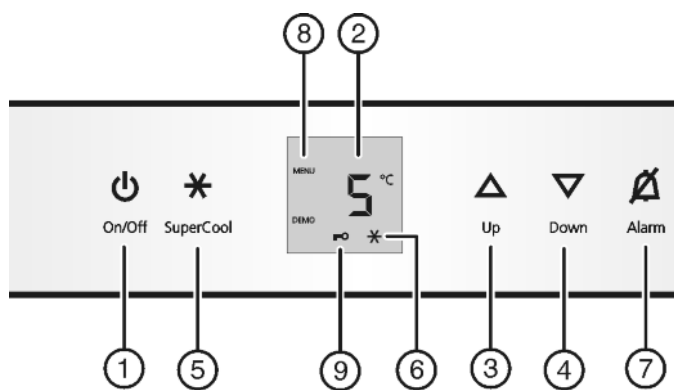

Fig. 2
- ▶ Натиснете бутона On/Off Fig. 2 (1).
- ▶ Активиране на режим настройки: Натиснете бутон SuperCool Fig. 2 (5) за ок. 5 сек.
- ▶ Натиснете за кратко бутона SuperCool Fig. 2 (5), за да потвърдите.
- ▶ Натиснете за кратко бутона SuperCool Fig. 2 (5) за включване на защитата от деца.
- ▷ Символът Защита от деца Fig. 2 (9) светва. На индикатора мига **с**.
- ▶ Натиснете за кратко бутона SuperCool Fig. 2 (5) за изключване на защитата от деца.
- ▷ Символът Защита от деца Fig. 2 (9) угасва. На индикатора мига **с**.
- ▶ Деактивиране режима на настройка: Натиснете бутона On/Off Fig. 2 (1).
- ▶ Натиснете бутона Аларма Fig. 2 (7).
- ▶ Настройка на по-висока температура: Натиснете бутона за настройка Up Fig. 2 (3).
- ▶ Настройка на по-ниска температура: Натиснете бутона за настройка Down Fig. 2 (4).
- ▶ Натиснете за кратко бутона SuperCool Fig. 2 (5).
- ▷ Символът SuperCool Fig. 2 (6) светва на индикатора.
- ▷ Символът SuperCool Fig. 2 (6) угасва на индикатора.